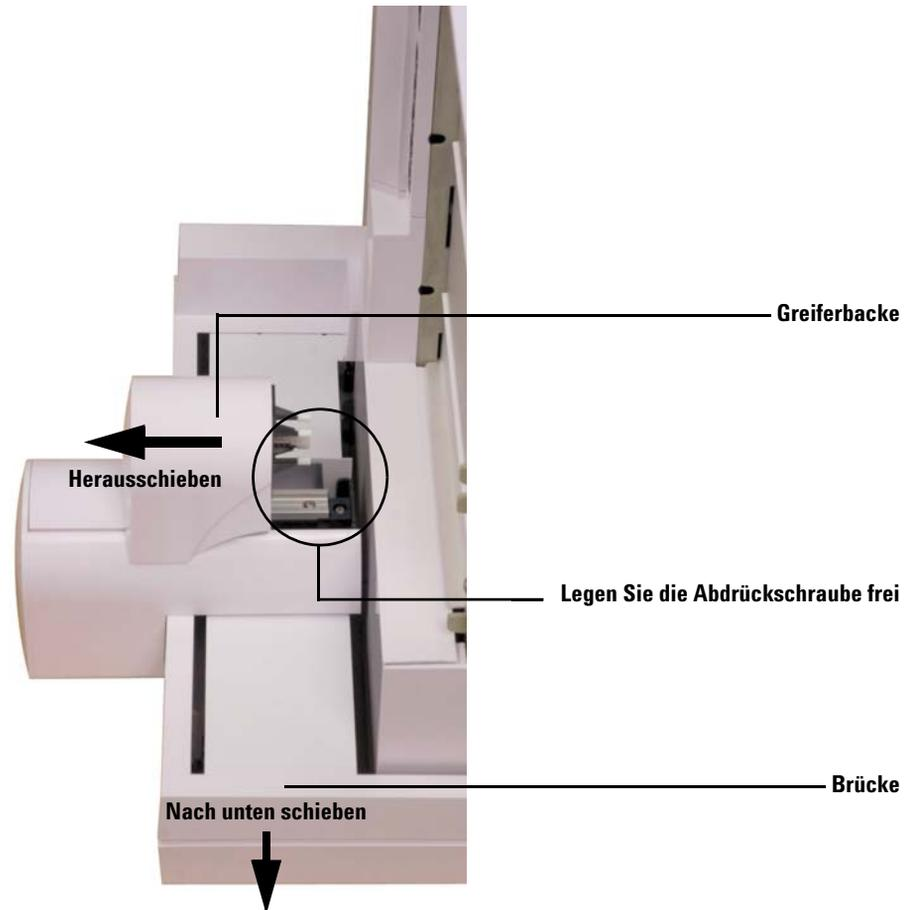

Abb. 10 Freilegen der Abdrückschraube im Greiferbereich
- 7 Stellen Sie den Probenteller auf eine sichere, gerade Oberfläche. Stellen Sie das Instrument auf seinen Boden, sodass der Haltebügel nach oben zeigt. Schieben Sie die Brücke ganz nach unten (Abb. 10).
- 8 Schieben Sie die Greiferbacke soweit aus dem Tellerboden heraus, bis die Abdrückschraube zugänglich ist (Abb. 10).